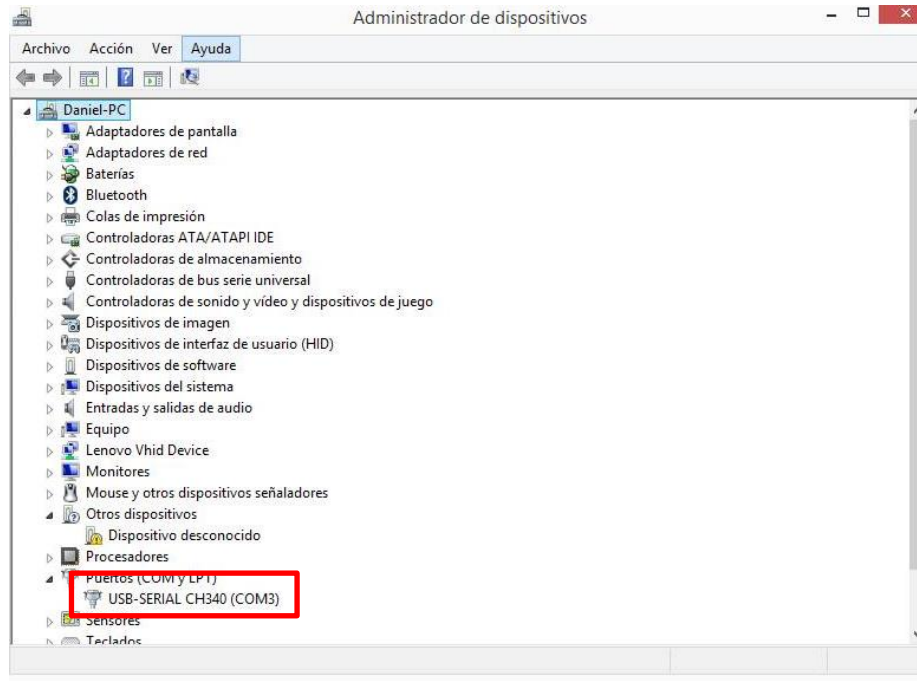

Figura 22 Verificación del puerto COM
- En la ventana de Administrador de dispositivos diríjase al ítem puertos (COM y LPT) y observe que puerto COM está utilizando el módulo maestro, ver Figura 22.